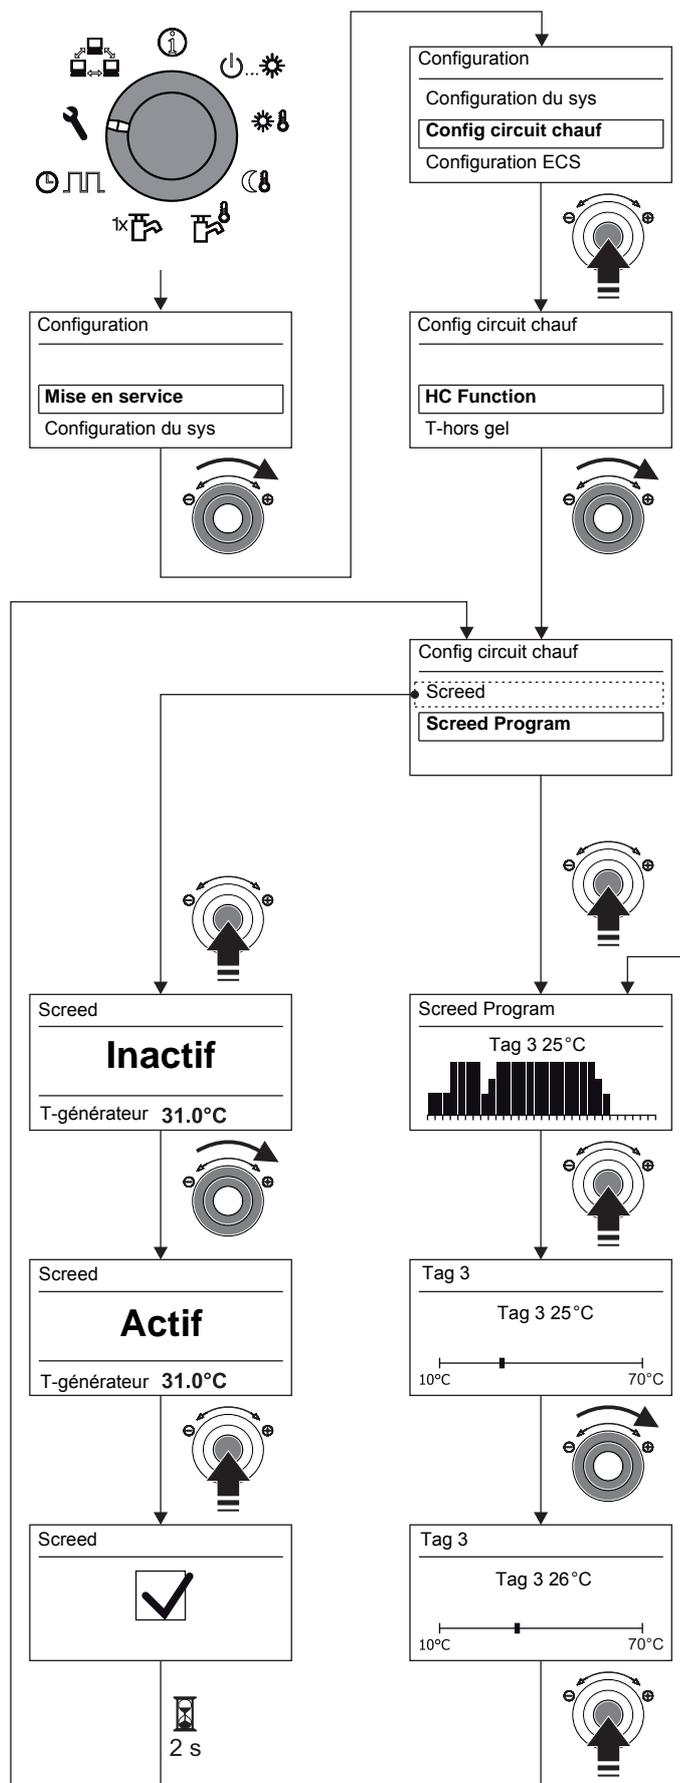

Fig. 3-20 Screed Program Régler
- contrôler les réglages pour le Screed Program et si nécessaire les régler selon les préconisations du fabricant pour la chape (voir fig. 3-20).
- Avec le variateur, régler le paramètre pour la fonction sur « **Actif** » et confirmer par une courte pression sur le variateur (voir fig. 3-20).